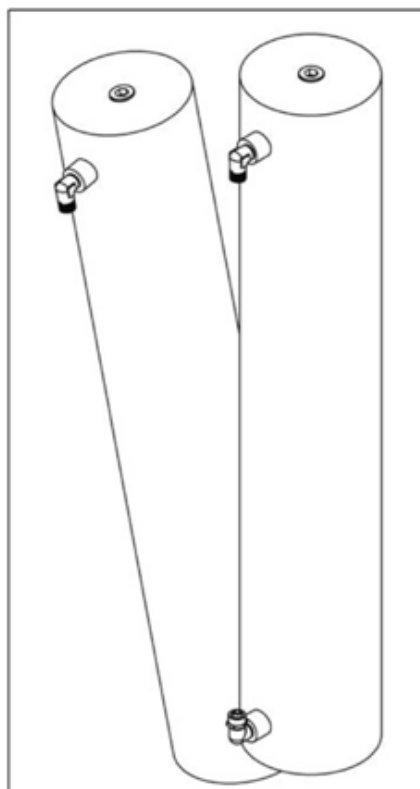

Рис.8 Емкость для фильтрования через активированный уголь
5. Мы рекомендуем пользователям заменять весь блок для фильтрования через активированный уголь (**Рис.8**) внутри установки после 2 лет использования для сохранения уровня чистоты N2 и выходной производительности N2.